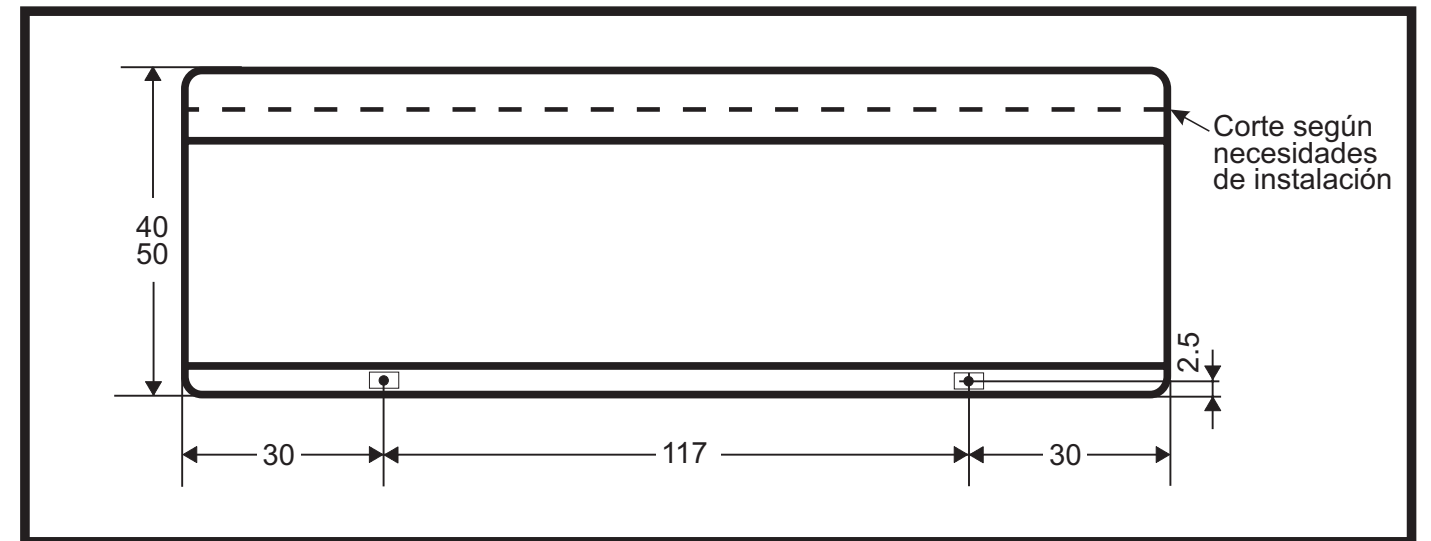

FIG. 6
d) El lateral se entrega terminado, con las trabas soportes instaladas y laminadas ubicadas en relación a la instalación de los soportes dentados. (fig.6)